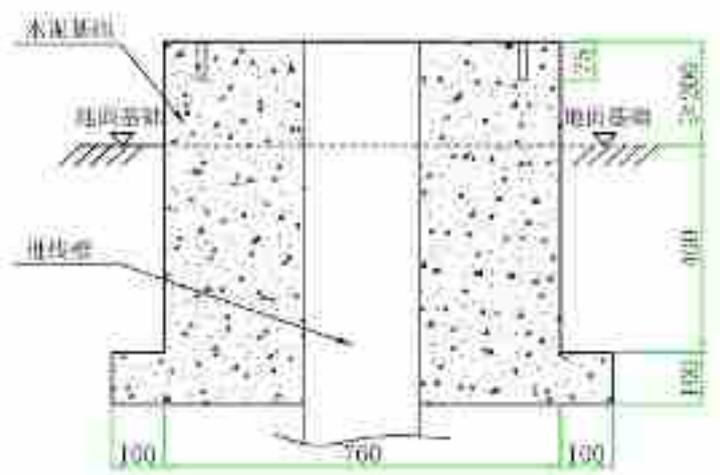
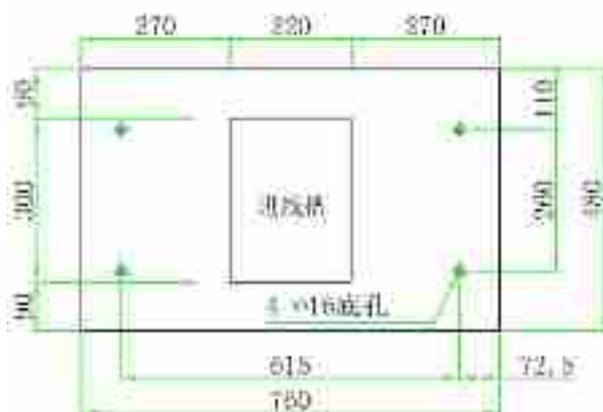
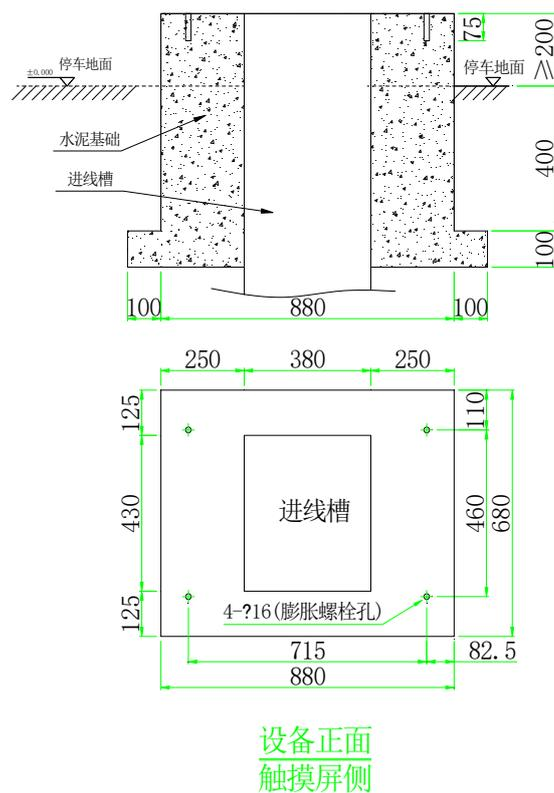

图 3-8 水泥基础地槽示意图（剖视图）
图 3-9 AEV-DC060S 底座安装孔位图(俯视图)
图 3-10 AEV-DC120S 底座安装孔位图(俯视图)
- 步骤 2 根据底座安装孔位尺寸（各机型底座安装尺寸分别如图 3-8、图 3-9、图 3-10 所示），用冲击钻在水泥基座上钻 4 个 $\phi 16$ ，深 75mm 的孔。